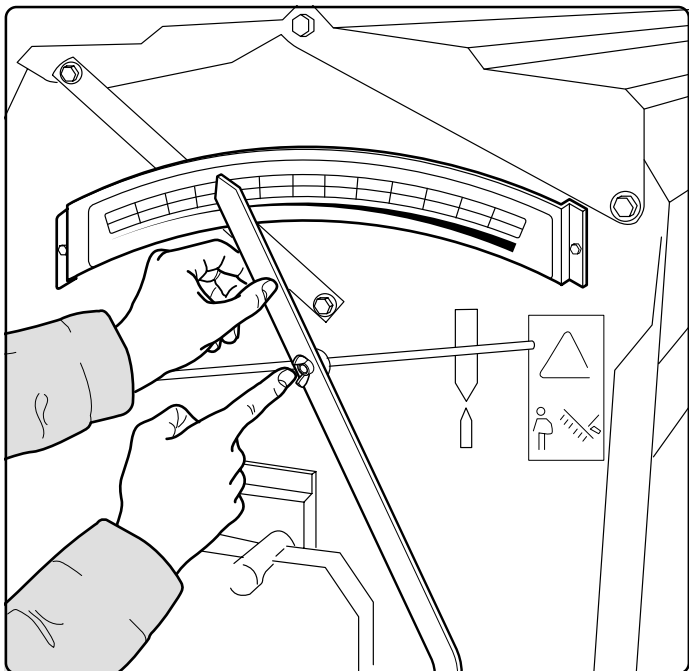

Fig. 10
Il cambio è posizionato sul lato destro della seminatrice e riceve il moto dalle ruote che sono entrambe motrici grazie alla doppia trasmissione di serie. Dal cambio si può variare la velocità ai gruppi distributori del seme agendo sulla leva di regolazione tarata su una scala da 1 a 60 in maniera continua (Fig. 10).
*The speed change gear is used to vary the speed of the seed distributor units with the adjustment lever that can be continuously set on a scale from 1- 60 (Fig. 10).*
Das Getriebe befindet sich auf der rechten Seite der Sämaschine und wird über die beiden durch doppelte Serienübertragung bewegten Räder angetrieben. Vom Getriebe aus kann die Geschwindigkeit zu den Säapparataggregaten hin verändert werden, indem man den Einstellhebel betätigt, der auf eine Skala von 1 bis 60 stufenlos eingestellt ist (Abb. 10).
*Le changement de vitesse se trouve sur le côté droit du semoir et reçoit le mouvement des roues qui sont toutes deux motrices grâce à la double transmission de série. A partir de laquelle on peut changer la vitesse aux groupes distributeurs de graines par le levier de réglage calibré sur une échelle de 1 à 60 en continu (Fig. 10).*
Desde el embrague se puede variar la velocidad de los grupos de distribución de la semilla, obrando de manera continua sobre la palanca de regulación calibrada en una escala entre 1 y 60 (Fig. 10). Afloje el tornillo de mariposa, lleve la palanca hasta el fondo de la escala «0» (cero) y luego colóquela junto al valor localizado. Bloquéela apretando el tornillo de mariposa.